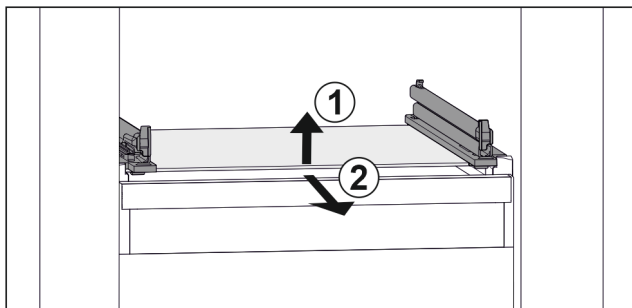

Fig. 97 Exempel på glashylla
- ▶ Lyft glashylla framtill. Fig. 97 (1)
- ▶ Ta ut glashylla framåt. Fig. 97 (2)